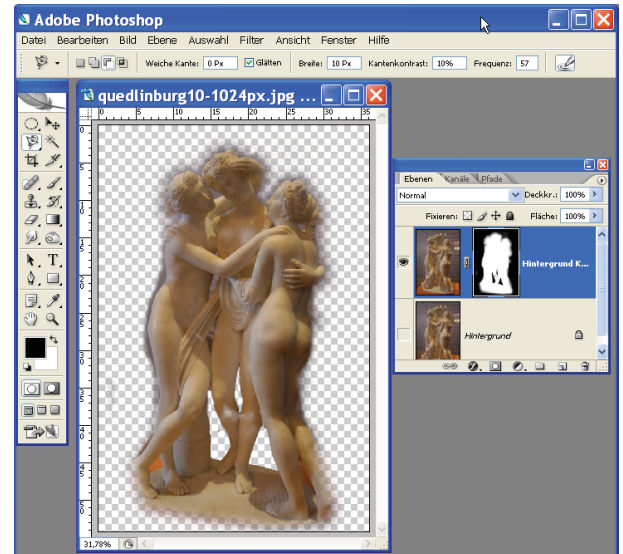

Abb. 11-46: Wirkung der Ebenenmaske
- Sind alle darunter liegenden Ebenen ausgeschaltet, erscheint das freigestellte Motiv auf transparentem Hintergrund (Abb. 11-46).
- Wurde auf das Füllen verzichtet und das Originalbild ausgeschaltet (Abb. 11-46), so dass das Bild teilweise transparent erscheint, ist der Motivhintergrund nach dem Speichern als JPG- oder TIF-Datei WEIß, unabhängig davon, welche Hintergrundfarbe aktuell eingestellt ist. Wird im PNG-Format gespeichert, so bleibt die Transparenz erhalten.